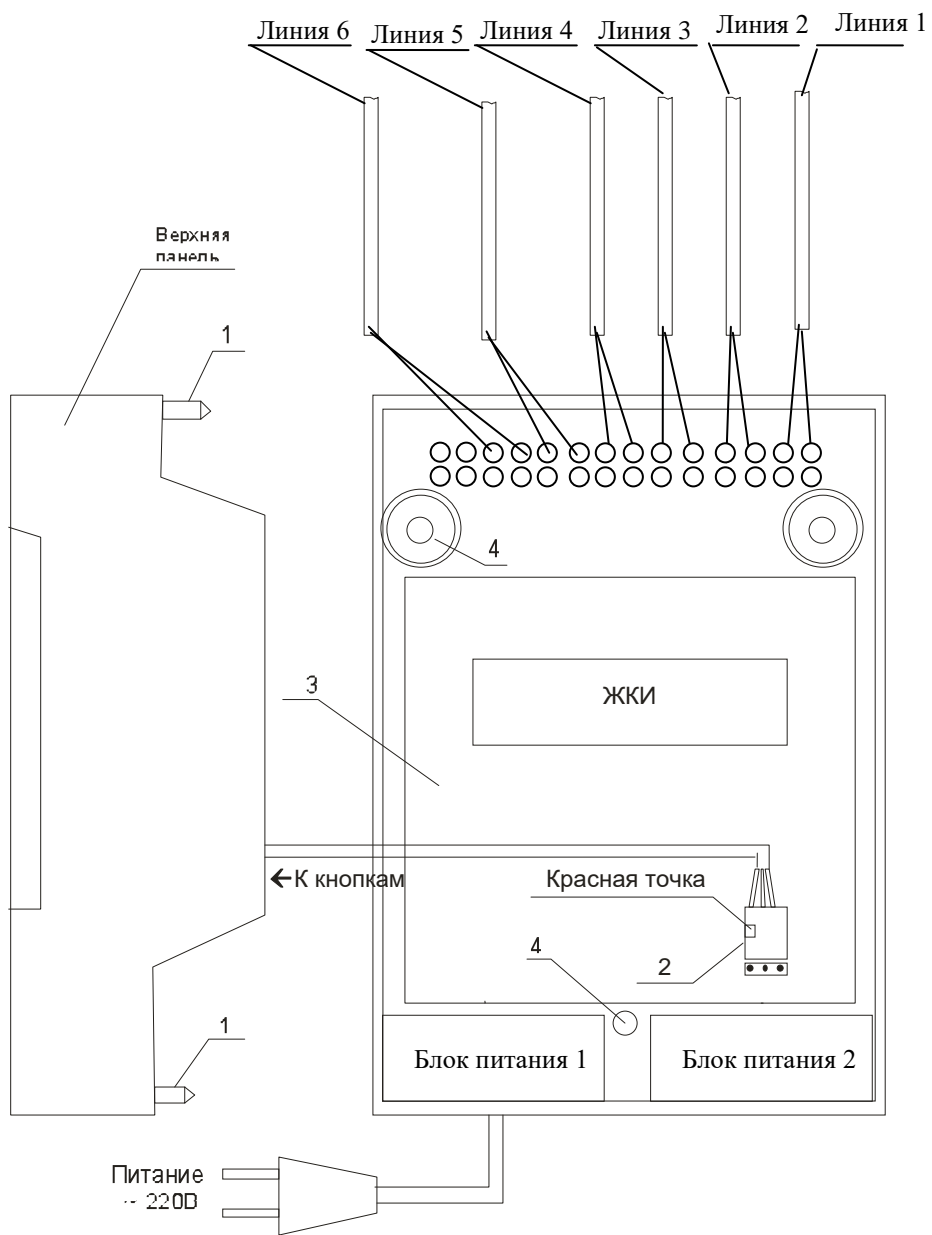

Рис. 1.
4.1. Выверните четыре винта 1, расположенных на верхней панели ЧС (см. Рис.1). Осторожно снимите верхнюю панель и отсоедините разъем 2, соединяющий кнопки с печатной платой 3.
4.5. Подсоедините линии вторичных часов №№ 1, 2, 3, 4, 5 и 6 в соответствии со схемой рис.1.